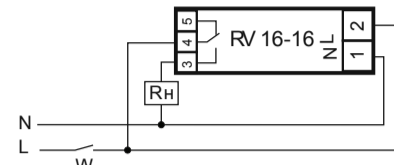

Рис. 4: устройство прибора
5.1. Переключателем устанавливают желаемый режим работы устройства (рис.4):
7.2. Подключить нагрузку к изделию (см. рис.4). Для этого используйте одножильный или многожильный провод с двойной или усиленной изоляцией сечением, соответствующим мощности нагрузки. **Фазное** напряжение подается на контакты **2** и **4** изделия. Напряжение может подаваться через выключатель **W** или напрямую.